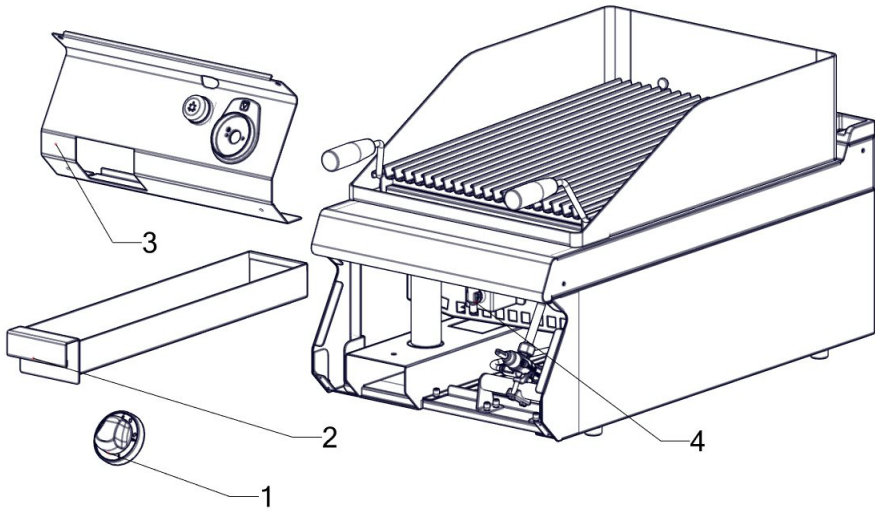

fig. 2
- 4) deșurubați piulița (fig.2, nota 5)
- 5) Trageți orificiul de admisie a aerului (fig.2, nota 6)
- 6) În conformitate cu imaginea (fig.2) deșurubați duza de la arzătorul principal și înlocuiți cu duzele conform tabelului „DATE TEHNICE“